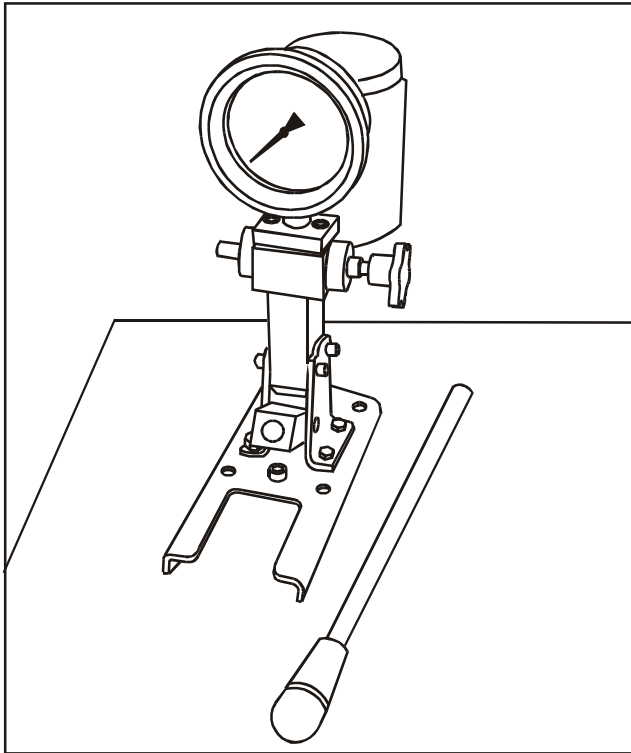

FIG 6
10. Verifique, com o aparelho de teste, a pressão de ajuste dos bicos injetores (veja Especificações Técnicas), a vedação da agulha e a pulverização, **Fig. 6.**